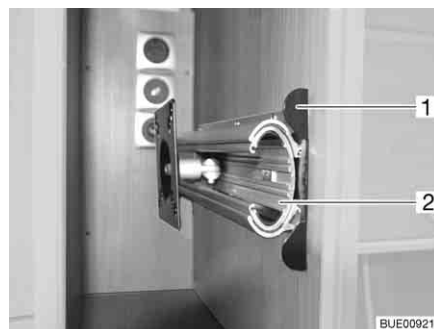

Fig. 54 Supporto nel mobiletto porta TV
- Premere verso l'interno il listello di sblocco (Fig. 54,1).
- Estrarre interamente la base estraibile (Fig. 54,2).
- Inserire la base estraibile Fig. 54,2), finché il listello di sblocco (Fig. 54,1) non si arresta a scatto.